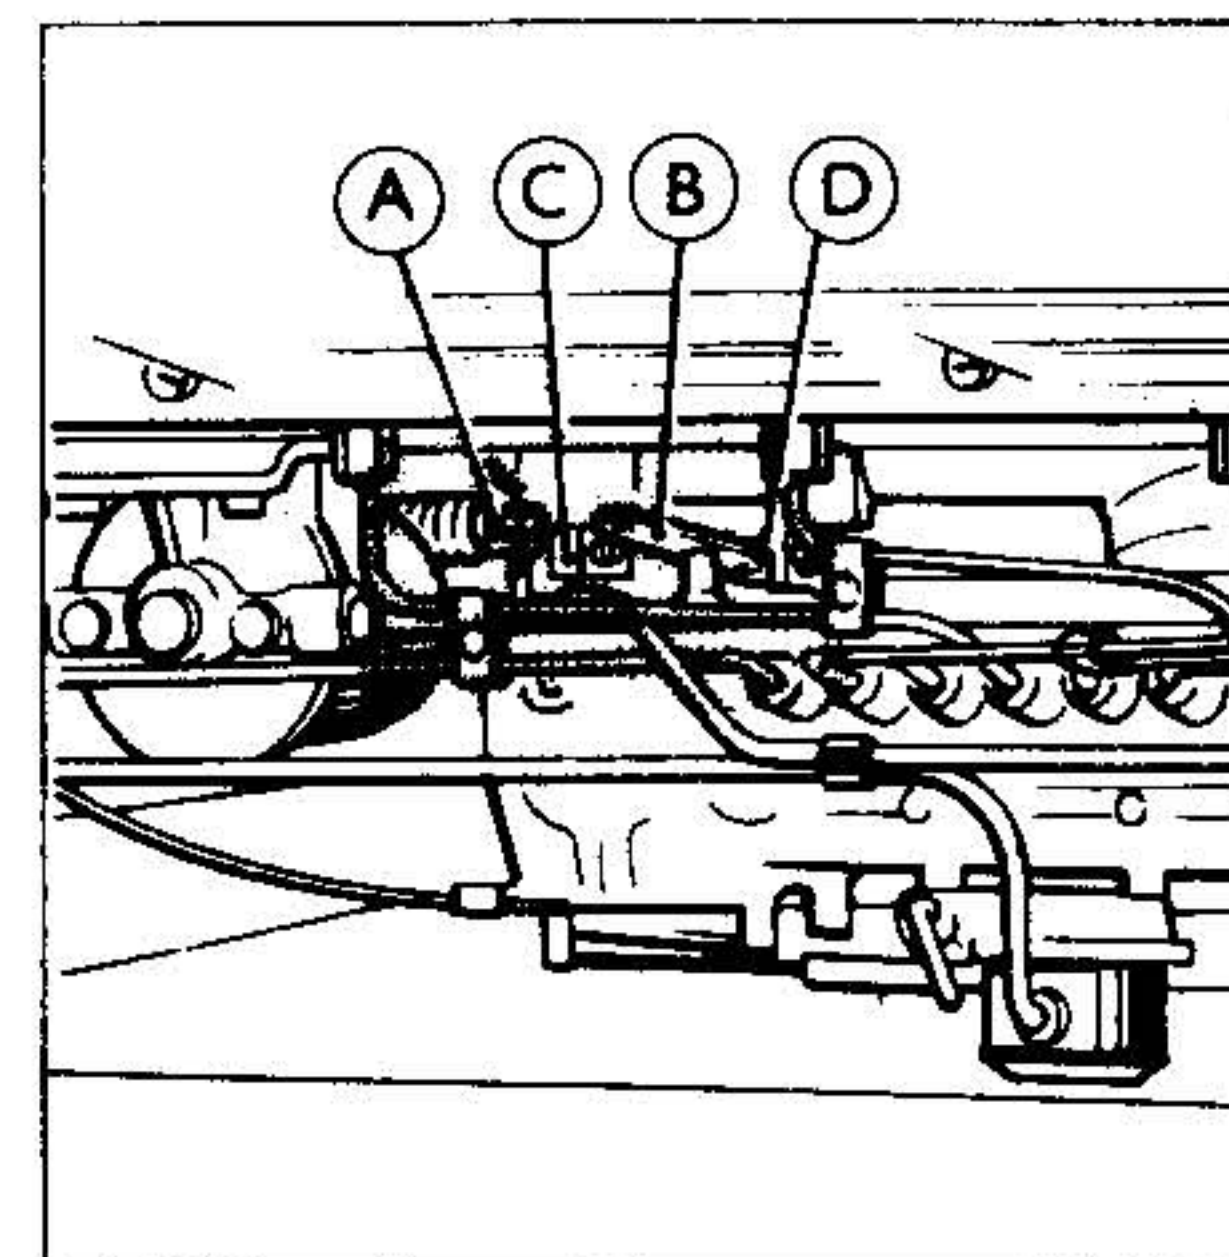

Fig. 14
6. Justera gaffeln A (se fig.14) vid bränslepumpändan på reglagekabeln så att hålet i gaffeln är i direkt linje med hålet i bränslepumpens reglagearm B.
8. Sätt en varvtalsräknare på bränslepumpens axel och justera lågvarvsstoppet C (se fig.14) så att det ger 250 v/min. Detta motsvarar 500 v/min på motorn.
9. Öppna gasreglaget tills en avläsning på 1.125 v/min erhålls. Detta motsvarar 2.250 v/min på motorn. Sätt högvarvsstoppet D (se fig.14) i läge så att denna avläsning erhålls.